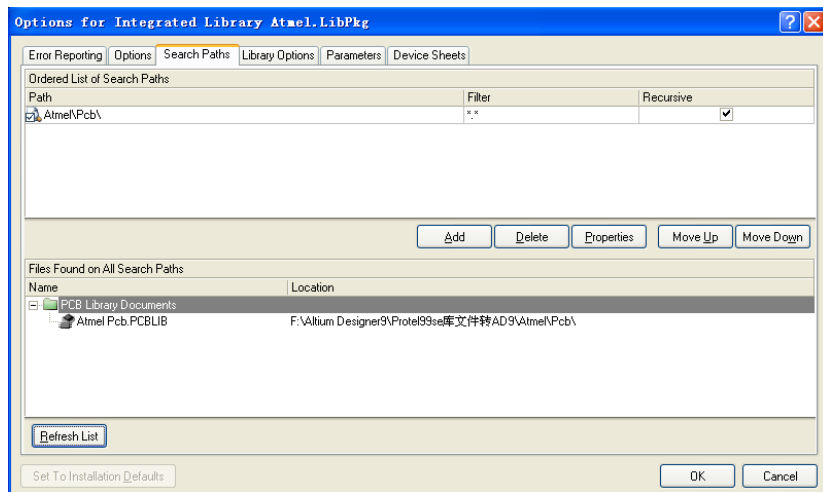
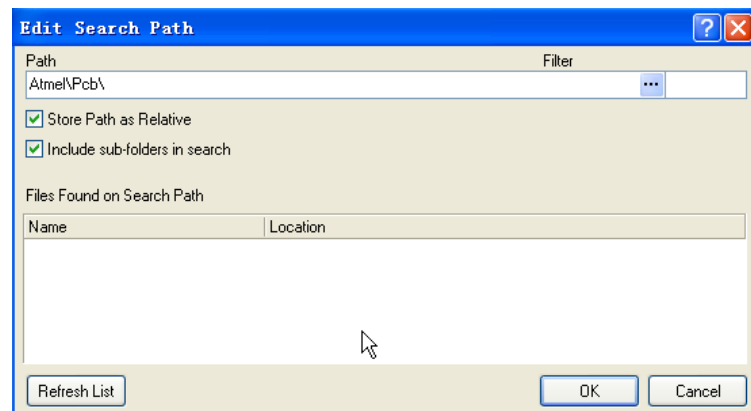

图14-14 打开Search Paths选项卡
图14-15选择.PCBLIB所在的文件夹
(8) 执行Project→Project Options命令，打开如图14-14所示的对话框，并打开其中的Search Paths选项卡。
(9) 单击Add按钮，打开“Edit Search Path”的对话框。点击“...”按钮，弹出对话框，选择.PCBLIB所在的文件夹(如图14-15所示)，按“OK”按钮，返回上一对话框，单击“Refresh List”按钮，确认所选择文件夹是否正确，然后点击OK按钮关闭对话框(如图14-14所示)。
(10) 在图14-14所示的对话框中，选中Error Reporting标签，设置所需要的内容，单击OK按钮关闭对话框，本例选择缺省值。